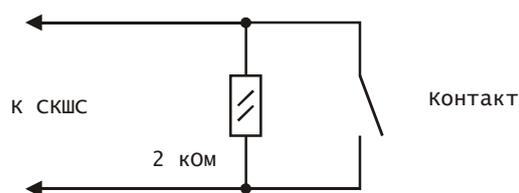

Рис. 4 Схема включения ШС с контролем обрыва
При подключении одного ШС к СКШС по схеме на Рис. 4 собственный ток потребления СКШС увеличивается на:
5.8. Если СКШС является последним устройством в линии связи с БЦП, перемычку согласующего резистора (Рис. 4) необходимо замкнуть.